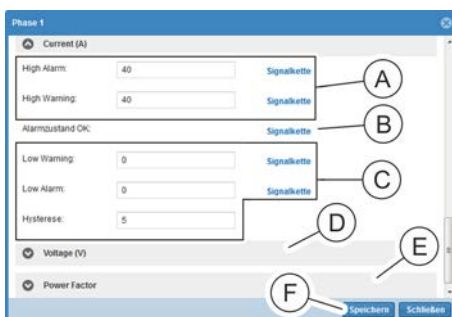

Abb. 176: Fenster "Phase <Nr.>"
- 4. ➔ Im Bereich „Current (A)“ einen Wert für „High Warning“ und „High Alarm“ eingeben (Abb. 176/Ⓐ) und eine Signalkette zuweisen. Dazu auf die Schaltfläche „Signalkette“ klicken.
6. Im Bereich „Current (A)“ dem Parameter „Alarmzustand OK“ (Abb. 176/Ⓒ) bei Bedarf eine Signalkette zuweisen (analog zu Schritt 4 und 5).
7. Im Bereich „Current (A)“ einen Wert für „Low Alarm“, „Low Warning“ und „Hysterese“ eingeben (Abb. 176/Ⓓ) und eine Signalkette zuweisen (analog zu Schritt 4 und 5).
8. Schritte 4 – 7 für den Bereich „Voltage“ zur Einstellung des Spannungsbereichs wiederholen (Abb. 176/Ⓔ).
9. Schritte 4 – 7 für den Bereich „Power Factor“ zur Einstellung des Leistungsfaktors wiederholen (Abb. 176/Ⓚ).
10. Auswahl über die Schaltfläche „Speichern“ (Abb. 176/Ⓛ) bestätigen.